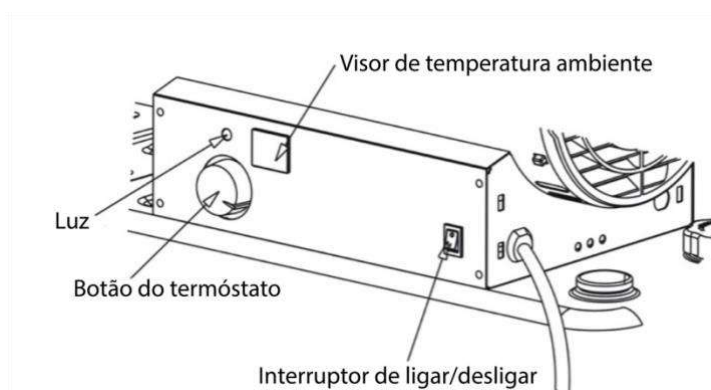

Figura 5. Painel de controlo
4. Rodar o botão regulador do termóstato para a temperatura desejada. O intervalo de regulação situa-se entre 5°C e 45°C. Colocar o interruptor de ligar/desligar na posição “ON” (ver a figura 5). A luz indicadora de alimentação de corrente e o visor de temperatura ambiente acendem e o aparelho arranca.